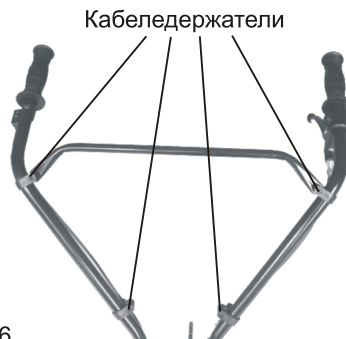

Рис. 6
6. Закрепите защитную перекладину и кабеледержатели к правой и левой рукоятке (рис. 6);